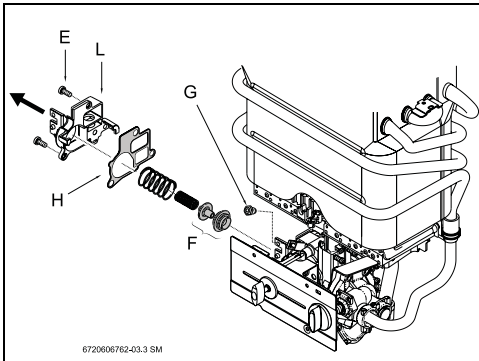

Рис. 2
- ▶ Выкрутить винты крышки газовой арматуры (Рис. 2, [E]).
- ▶ Заменить диск клапана (Рис. 2, [F]), и если необходимо, прокладку (Рис. 2, [H]).
- ▶ Заменить запальную форсунку (Рис. 2, [G]).